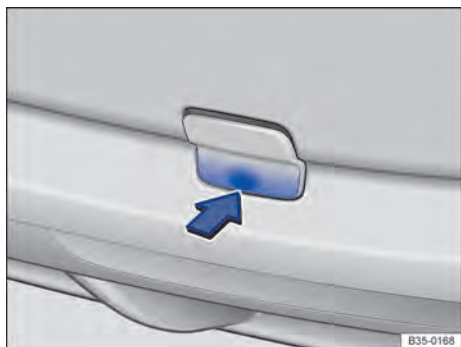

Fig. 257 No para-choque traseiro à direita: remover a cobertura.
O alojamento da argola de reboque rosqueável está localizado à direita do para-choque traseiro, atrás de uma cobertura ⇒ **Fig. 257**. Em *veículos com dispositivo de reboque instalado de fábrica*, atrás da cobertura **não** há um alojamento para a argola de reboque rosqueável. Para rebocar, bascular para fora ou montar e utilizar a rótula de engate e utilizá-la ⇒ Página 161, ⇒ .
- Pressionar na área inferior da cobertura ⇒ **Fig. 257** no sentido da seta para soltar o encaixe da cobertura.